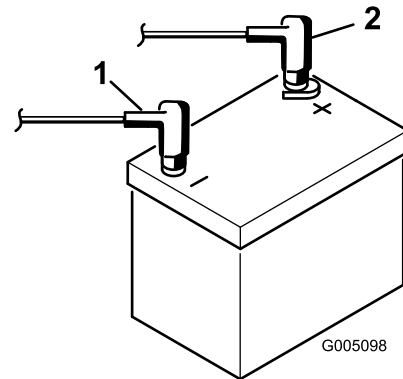

Bild 7
8. Klemmen Sie zuerst das Pluskabel (Rot) am Pluspol (+) der Batterie und dann das Minuskabel (Schwarz) am Minuspol (-) der Batterie an, wobei Sie die Kopschrauben und Muttern verwenden (Bild 7). Ziehen Sie die Gummimuffe über den Pluspol, um Kurzschlüssen vorzubeugen.